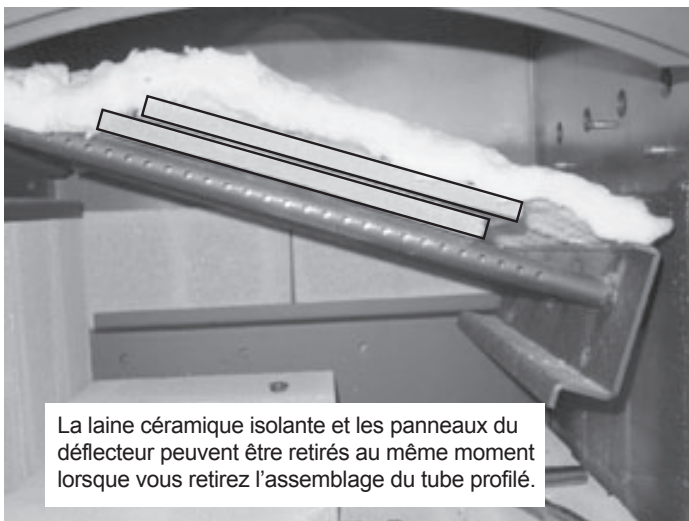

Figure 24.1
2. La plaque-défecteur est en 2 parties. Avec la laine céramique en place, glissez une des parties du déflecteur par-dessus l'autre tout en gardant tous les composants dans la boîte à feu. **Figure 24.1.**